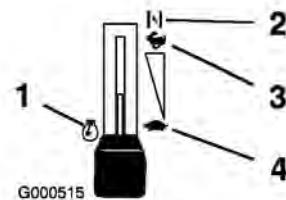

Bild 9
- Schieben Sie den Gasbedienungshebel, sobald der Motor angesprungen ist, auf Schnell (Bild 9). Stellen Sie, wenn der Motor aussetzt oder unregelmäßig läuft, den Gasbedienungshebel für ein paar Sekunden
- Stellen Sie dann den Gasbedienungshebel auf „Langsam“ (Bild 9).